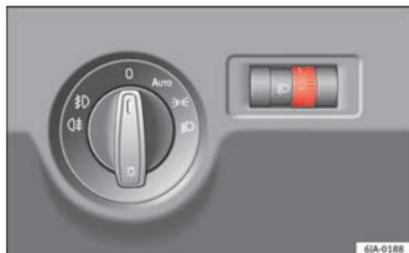

Fig. 130 Quadro strumenti: regolazione della profondità dei fari.
– Ruotare l'interruttore » **fig. 130**, fino ad ottenere la profondità delle luci desiderata.